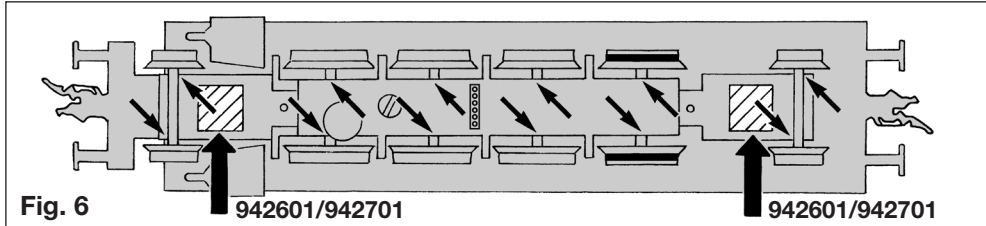

Fig. 6
Zwei Räder sind zusätzlich mit **Haftreifen** ausgerüstet (Fig. 6). **Ersatzhaftreifen: 00544006**
An den markierten Stellen kann der **Schaltmagnet 942601 oder 942701** eingebaut werden (Fig. 6).
Two wheels are fitted with **traction tyres** (fig. 6). Spare traction tyres: **00544006.**
The indicated points can be used for locating the **switching magnet 942601 or 942701** (fig. 6).
Deux roues sont équipées de bandages (fig. 6). **Bandages de rechange : 00544006.**
L'aimant permanent **942601 ou 942701** peut être monté aux endroits indiqués (fig. 6).
Twee wielen zijn van **anti-slipbandjes** voorzien (fig. 6). **Reserve-antislipbandjes: 00544006.**
Op de gemerkte plaats kan de **schakelmagneet 942601/942701** gemonteerd worden (fig. 6).
To hjul er udstyret med **friktningsringe** (Fig. 6). **Friktningsringe: 00544006.**
**Kontakt-magnet 942601/942701** kan monteres på de viste sleder (Fig. 6).
Due ruote sono provviste di ruote di aderenza. (fig. 6). **Anelli attrito di ricambio: 00544006.**
Sul posto segnato può essere installato il **dispositivo di comando 942601/942701** (fig. 6).